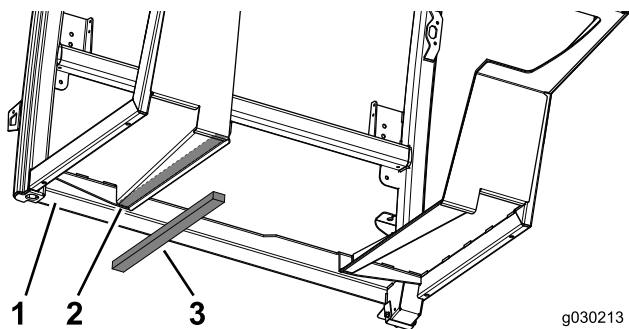

図 10
1. キャブの左側に、フロアシールのうちの1枚を貼り付ける 図 10。